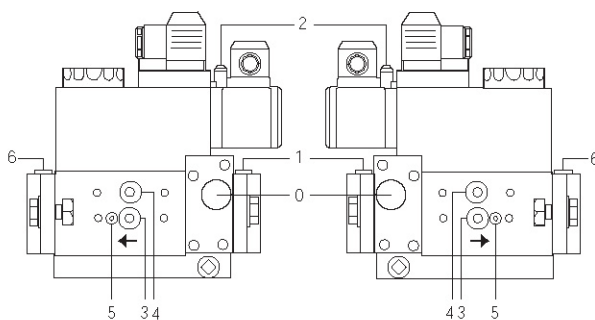
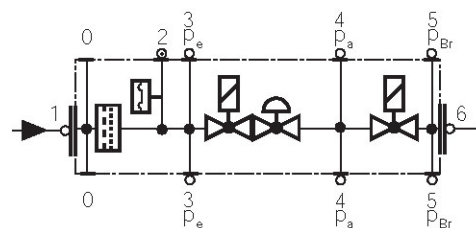

Fig. 20
Fig. 21
- Schimbați filtrul, dacă presiunea între prizele de presiune 1 și 3 (Fig. 20-Fig. 21) este mai mare decât  $\Delta p > 10$  mbar ;
- Schimbați filtrul, dacă presiunea între prizele de presiune 1 și 3 (Fig. 20-Fig. 21) este de două ori mai mare comparată cu cea de la ultima inspecție ;